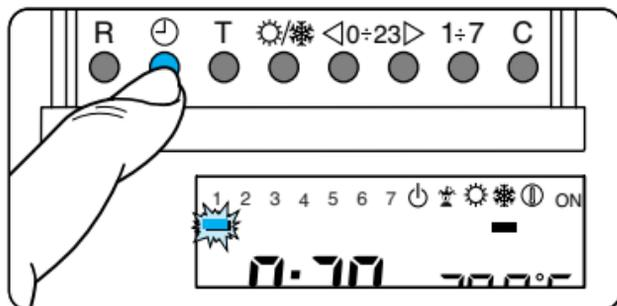

Fig. 17
3.6 - Premere il pulsante  (fig. 17).